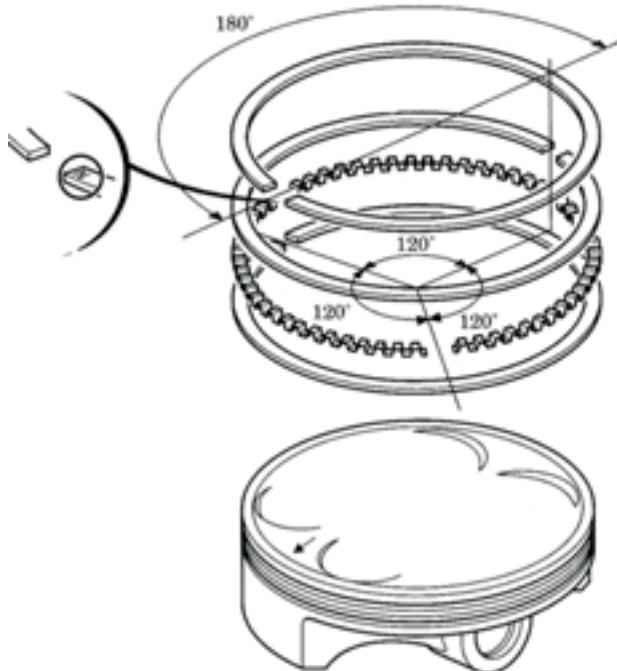

Imagen 3
- 4.** La orientación correcta de los segmentos es importante porque evita posibles alineaciones de los extremos, entre un segmento que puede causar la eventual pérdida de estanqueidad, permitiendo el paso de gas o aceite. Cada elemento debe mantener una orientación de 120 grados con respecto a el elemento siguiente (imagen 3).